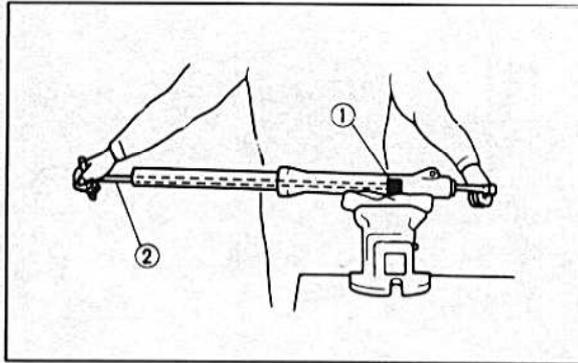

Bild 334
- Die beiden Gabelrohre zusammenbauen (Bild 334).